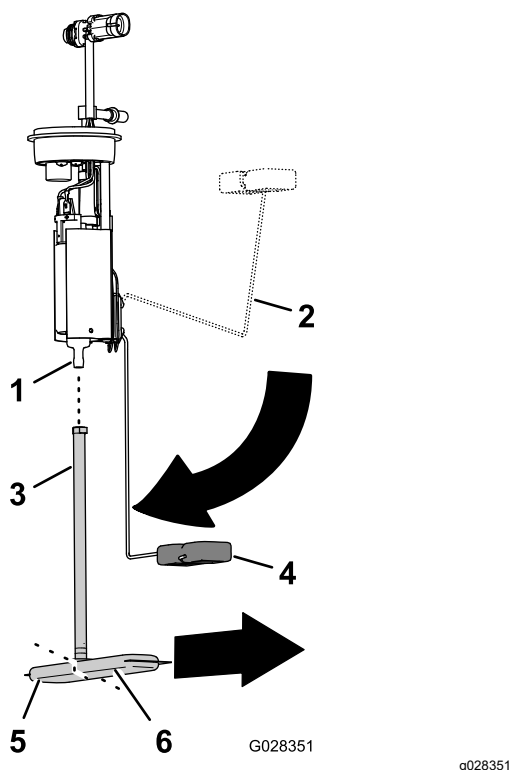

図 120
1. 燃料ポンプのフィッティングから燃料フィルタのピックアップチューブを外す 図 120。
2. 新しい燃料フィルタのピックアップチューブを、燃料ポンプのフィッティングに合わせる 図 120。
3. 燃料フィルタの長い方の脚を、フロートのアームが「残量ゼロ」位置の時のフロートに合わせる 図 120。
4. 燃料ポンプのフィッティングをピックアップチューブの一番奥まで入れる 図 120。
2. 燃料ポンプ / センダーユニットを、燃料タンク内部に入れる 図 119と図 120。